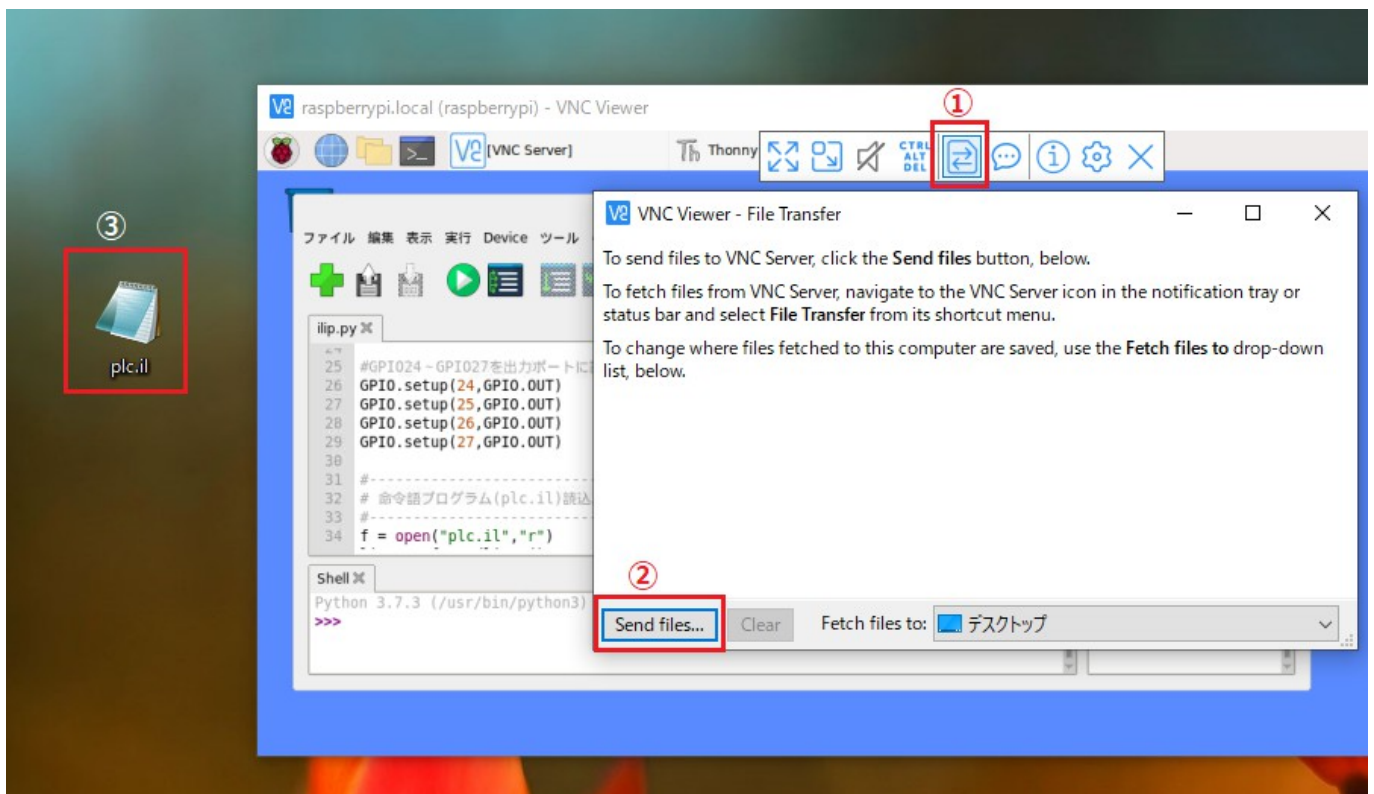

図3.6 命令語プログラムをマイコンに転送
手順3で作成した命令語プログラム(リスト3.1)を、WindowsパソコンからRaspberry Pi Zeroマイコンボードに転送します。具体的には図3.6で①を選択し、開いたウィンドウの②(Send Files)を押して、転送するファイルを聞かれたら③を指定します。これで、Linuxのデスクトップ上に命令語プログラム(plc.il)が転送されます。